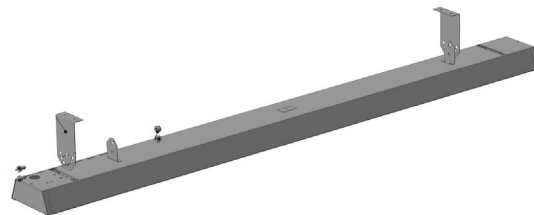
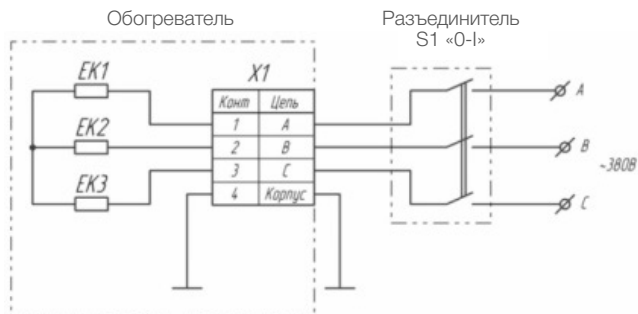

Рис. 4
Рис. 5
2. Раскройте чехол с комплектом монтажных деталей и извлеките их. В комплект входят 2 кронштейна и 4 винта M4x10 (рис.4).
- закрепить оголённые концы электрического кабеля в соединительной колодке обогревателя, жёстко притянув их винтами, в строгом соответствии с с рис.4, или рис.5, рис.6, или рис.7.